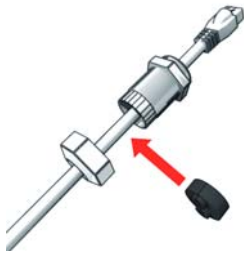

Abbildung 2.21 Kabelführung durch Kabelverschraubungen
2. Die Kabel über Kabelverschraubungen durch die Unterseite des Wechselrichters führen. Siehe *Abbildung 2.21*.